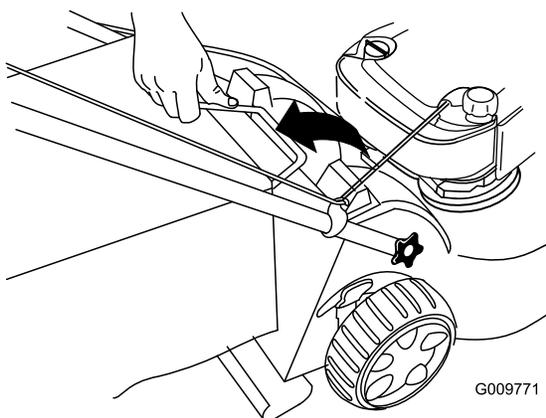

Figure 33
2. Soulevez le bac à herbe par la poignée pour le dégager des rainures en haut de la tondeuse, ce qui permettra de le retirer (Figure 33).